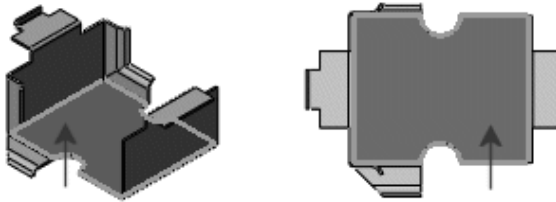

Рисунок 3.17
2. На панелі інструментів «Элементы» → натисніть кнопку **Вытянутый вырез** → оберіть грань показану на рис. 3.17, і натисніть на панелі інструментів «Стандартные виды» → **Перпендикулярно**.